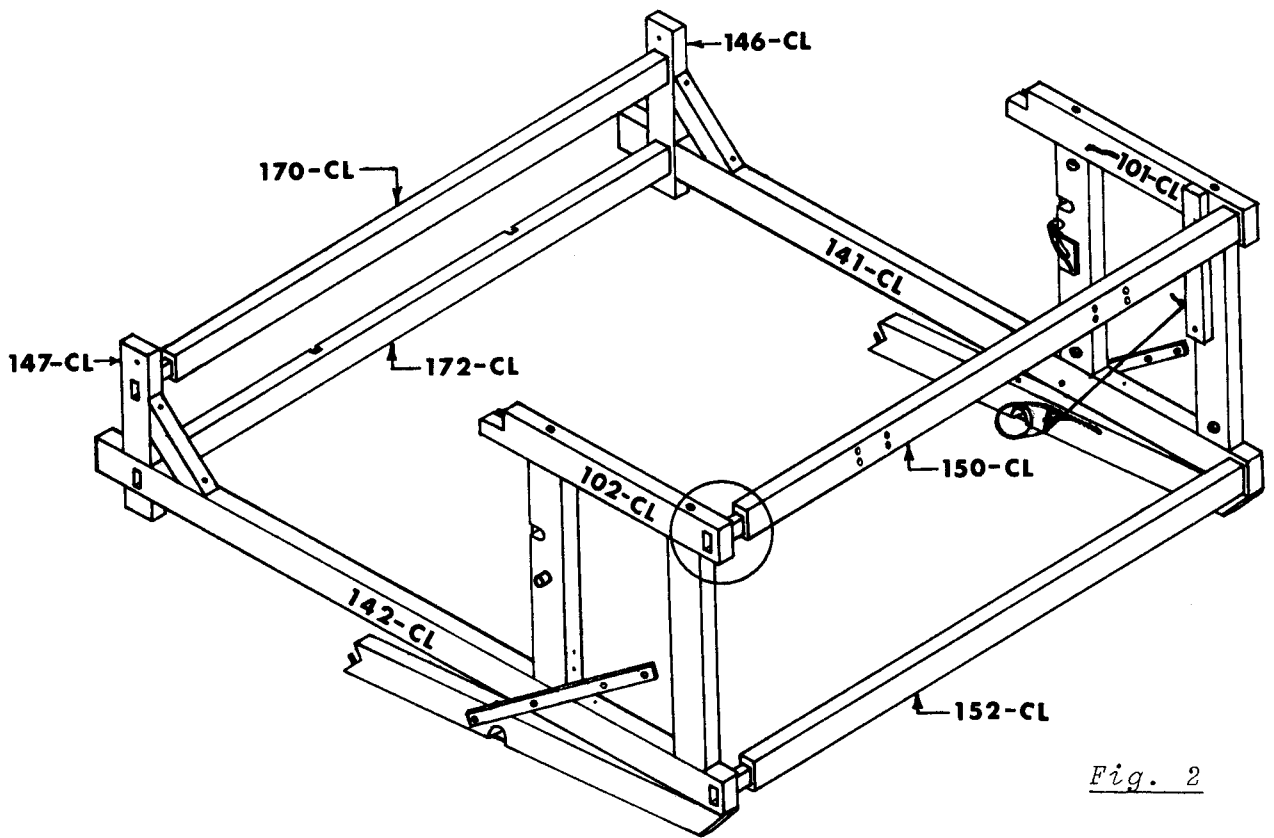

Fig. 2
2. Entrer à fond les tenons des traverses 150-152-CL et 170-172-CL dans les mortaises des montants 142 et 102-CL et de la traverse 147-CL. (*Fig. 2*)
2. Now finish inserting the tenons of cross pieces 150-152-CL and 170-172-CL into mortises of uprights 102 and 142-CL and batten support 147-CL. Make sure they fit snugly. Note the holes in the tenons on the outside of the loom. (*Fig. 2*)